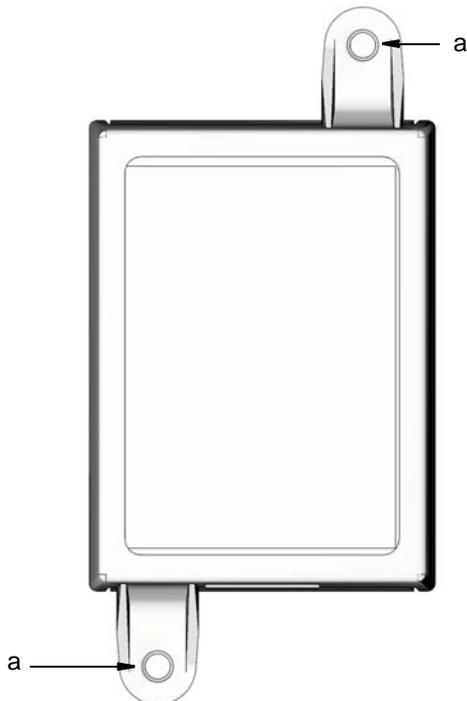

FIG. 3
2. Aligner le boîtier de raccordement sur les trous qui sont déjà forés (FIG. 3), (a). Utiliser deux vis (non fournies) pour attacher le boîtier de raccordement sur la surface de fixation.